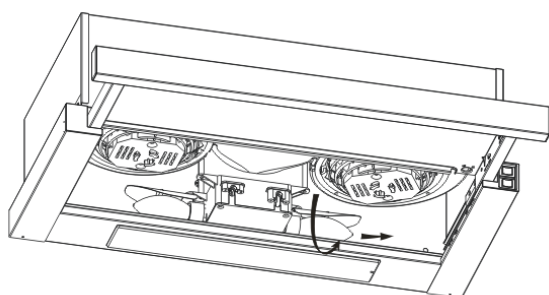

Рис. 5
- В случае необходимости замены ламп, следуйте инструкциям на рис. 5 и 6